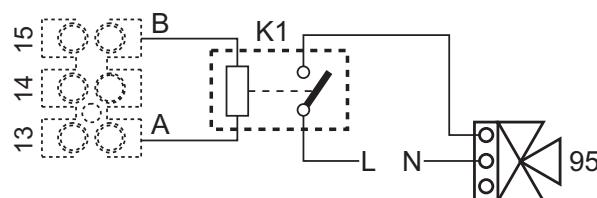
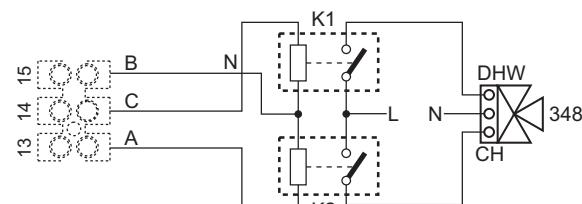

рис. 95- Подключение 3-х ходового клапана с 2 проводами
рис. 96- Подключение 3-х ходового клапана с 3 проводами
**ВНИМАНИЕ:** для подключения 3-ходового клапана (клеммы 13–14–15) см. схемы рис. 95 и рис. 96.